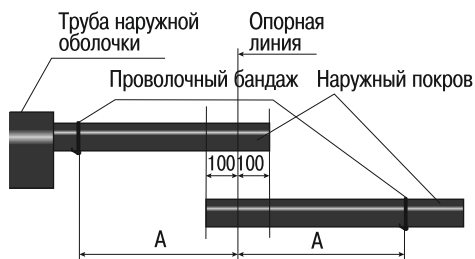

Рисунок 1
- 4.2 Установить соединяемые концы кабелей в приспособлении для монтажа соединительных муфт внахлест не менее 100 мм от опорной линии (рисунок 1), закрепить их.
- 4.5 На п/э рукав надеть трубу наружной оболочки (рисунок 1).